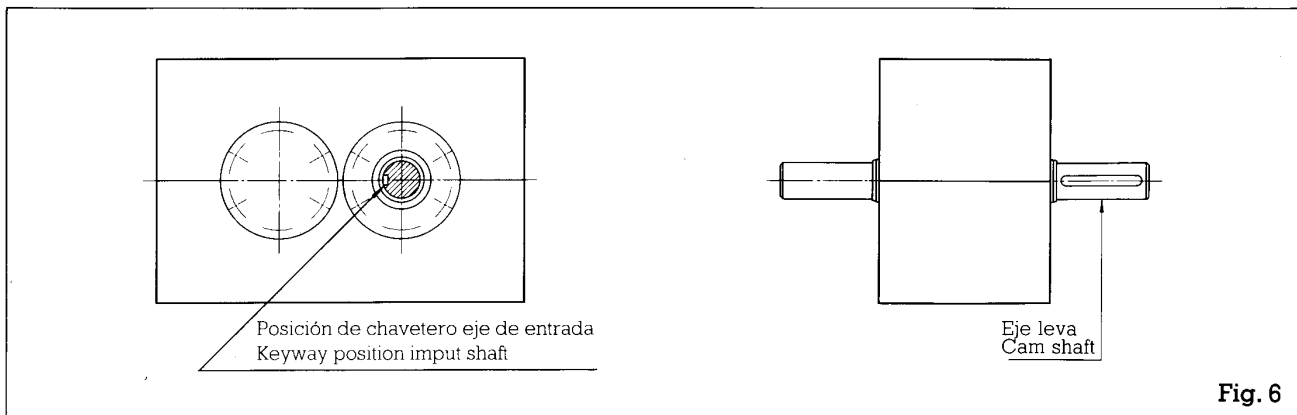

Fig. 6
- Girar el eje de entrada justo hasta que el chavetero se sitúe en la posición que indica la Fig. 6. Esto es necesario para situar en posición correcta lo que se va a colocar sobre el eje de salida.
- Montaje y fijación de piezas (plato, tambor, etc.) sobre el eje de salida del mecanismo. Verificar que la leva está en la zona de parada. Los seguidores estarán sobre la parte circular si el chavetero del eje de entrada está en la posición que indica la Fig. 6.
- Rotate the input shaft until the keyway is in the position indicated in Fig. 6. This is necessary to position correctly what is going to be placed on the output shaft.
- Assembly and securing of parts (plate, drum, etc.) on the output shaft of the mechanism. Check that the cam is in the dwell zone. The followers will be on the straight part if the keyway of the input shaft is in the position indicated in fig. 6.